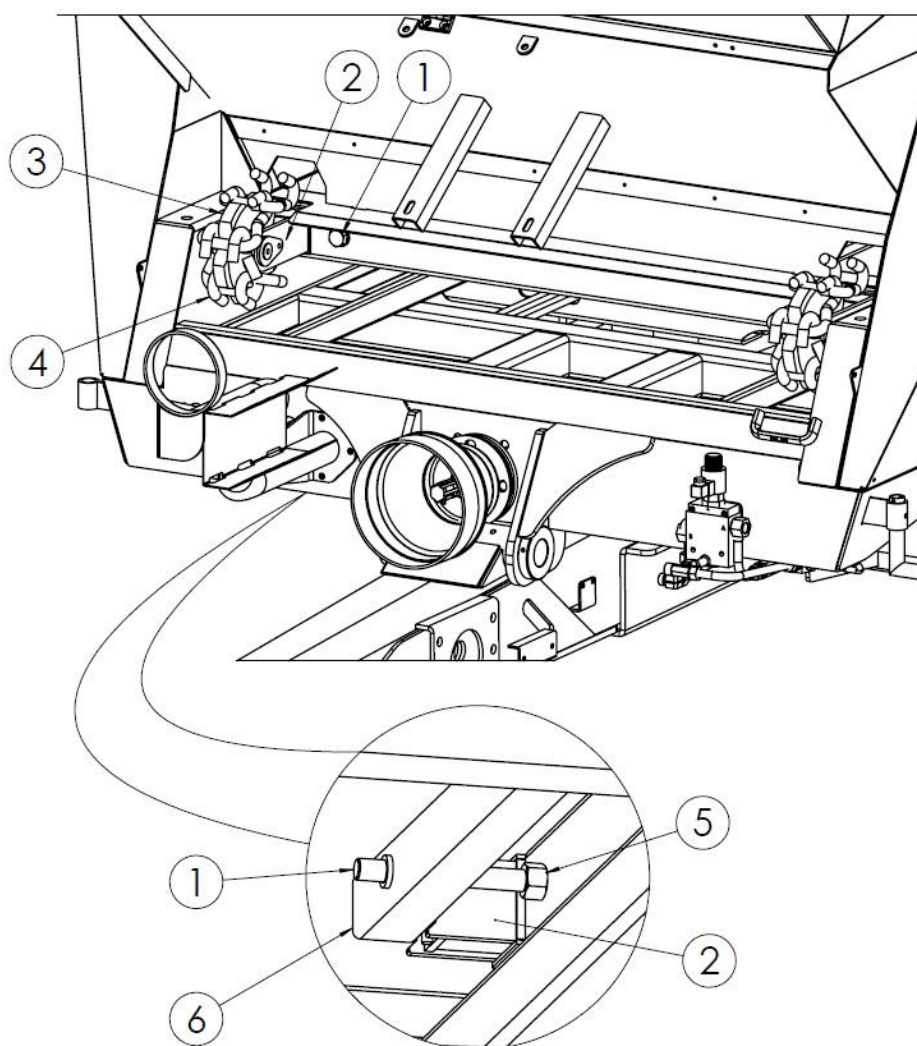

Рисунок 19. Натяжение цепей напольного конвейера
Натяжение цепей напольного конвейера во время работы должно проверяться ежедневно, особенно в начальный период его эксплуатации. Натягивание цепей конвейера осуществляется с помощью регулировочных болтов (1), расположенных в передней части кузова - рисунок 19. Для увеличения натяжения цепей ослабьте гайку (5), а затем ввинтите регулировочные болты (2) так, чтобы ползун натяжителя (1), вместе с цепным колесом (3), переместились вперед. Операцию натягивания произвести для обеих цепей (4), обращая внимание на их одинаковое натяжение. После окончания натягивания, затянуть контргайки (5).